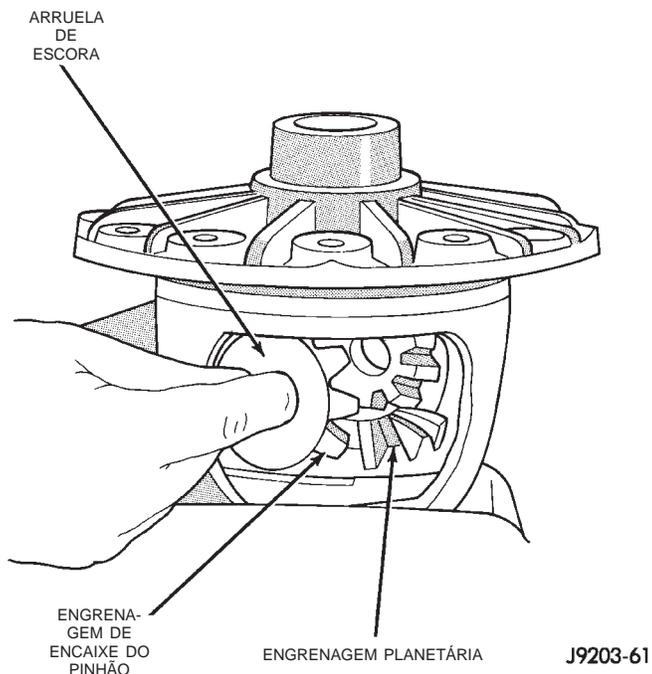

Fig. 38 Remoção da Engrenagem de Encaixe do Pinhão
(4) Gire as engrenagens planetárias do diferencial e remova as engrenagens de encaixe do pinhão e arruelas de escora (Fig. 38).